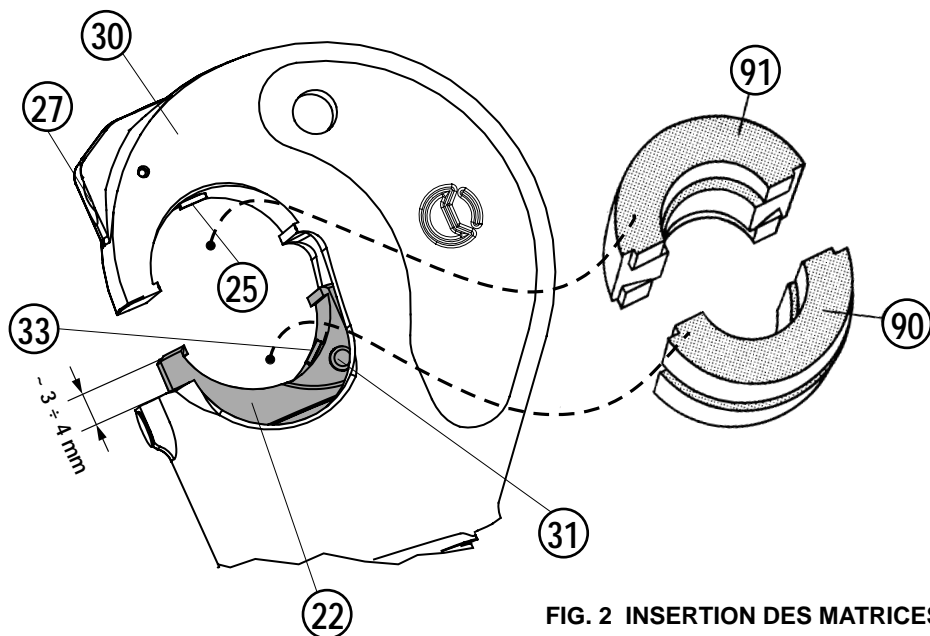

FIG. 2 INSERTION DES MATRICES
- En maintenant la détente (57) pressée, fermer à fond le bras mobile, ce qui provoquera le retour du piston et par conséquent la fermeture des matrices.
3. CHANGEMENT DES MATRICES (Voir Fig. 2)